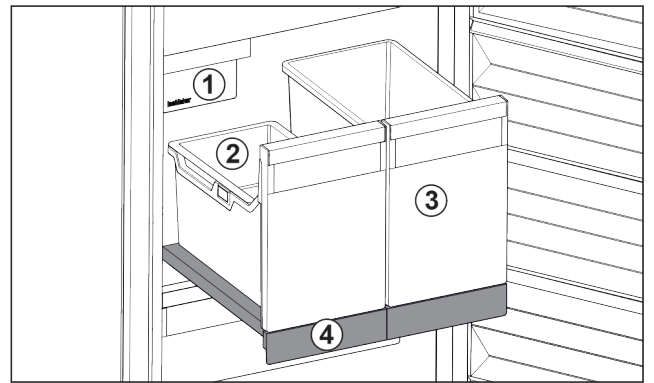

Fig. 21 Uitschuifplateau met IceTower
- (1) IceMaker
- (2) Inhangschalen voor ijsblokjes
- (3) Bakkens voor bijv. pizza, alcoholische dranken
- (4) Uitschuifplateau
Op het uitschuifplateau bevinden zich twee hoge bakken (IceTower). In de bak Fig. 21 (2) worden ijsblokjes uit de IceMaker verzameld en bewaard. Bak Fig. 21 (3) is geschikt voor het bewaren van hoge levensmiddelen zoals pizza's of alcoholische dranken.